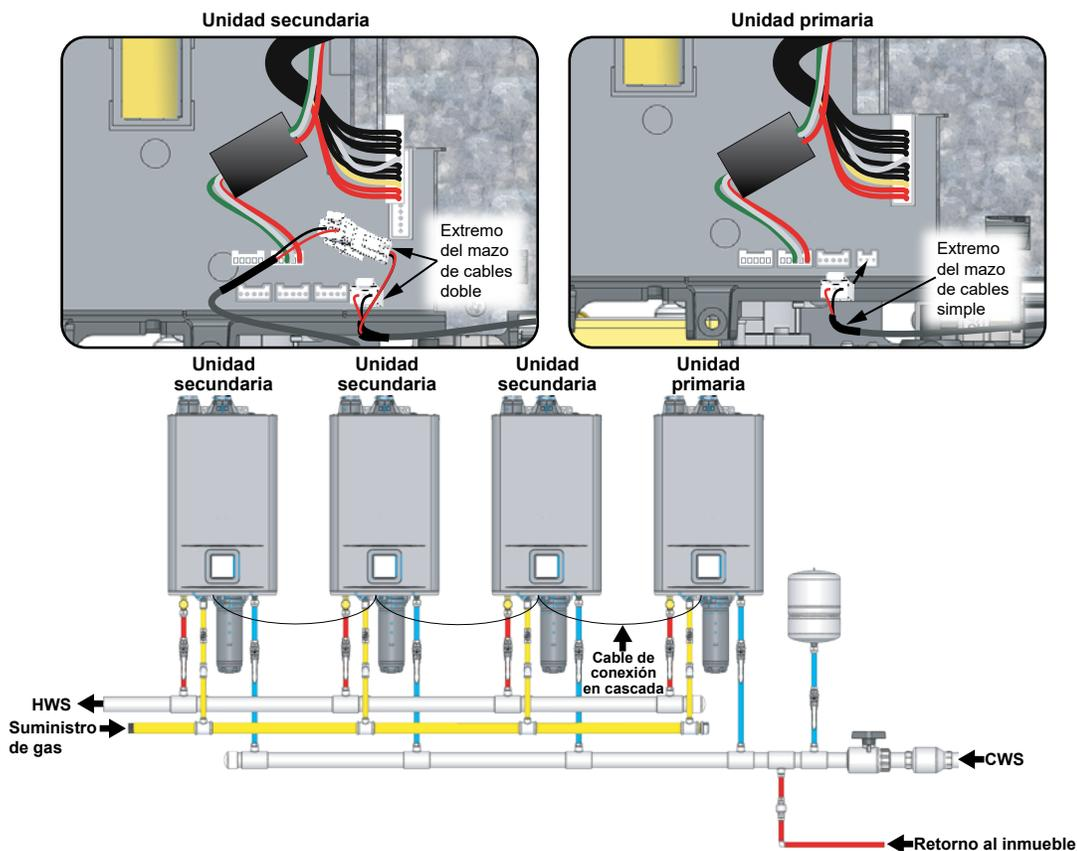

Figura 39 - Configuración en cascada de múltiples unidades
**1** El sistema en cascada debería estar configurado con un calentador primario como el primero o el último en la serie de calentadores de agua conectados al suministro de agua fría. Las unidades secundarias seguirán de manera secuencial. Consulte la Figura 39.
**7** Use la Figura 39 como una referencia para ubicar el punto de conexión para la unidad en cascada primaria. Use el extremo del mazo de cables simple del cable de conexión en cascada para hacer la conexión inicial.
**9** Si se usará más de un calentador de agua secundario, entonces tienda el extremo del mazo de cables simple del segundo cable de conexión en cascada a través del ojal de goma en la parte inferior del primer calentador de agua secundario y conéctelo al mazo de cables abierto del primer cable de conexión en cascada, según se muestra en la Figura 39.